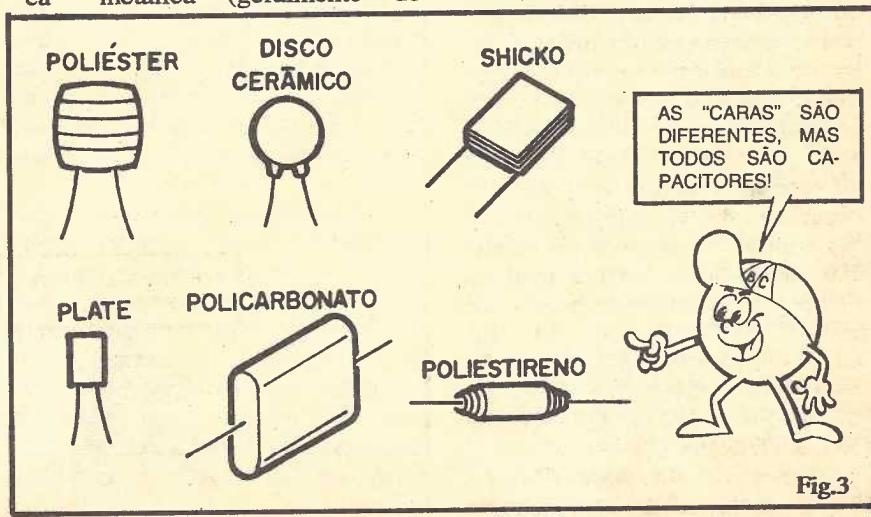

Fig.3
- **FIG. 3** - Mostra os modelos ou tipos mais comuns, utilizados na maioria dos circuitos. Pela ordem que estão no desenho:
Quando definimos a construção física dos capacitores, mostramos que o componente é formado por duas placas condutoras entremeadas por uma "barreira" de material isolante (ou muito mau condutor...). Nos "modelos" mostrados na fig. 3, esse material isolante (dielétrico) é constituído por um meio fixo ou sólido: plástico, poliéster, cerâmica, etc. Esses materiais se prestam, na prática, à industrialização de capacitores com valores até uns poucos **microfarads** (milionésimos de Farad...). Quando precisamos de capacitores com valores de capacidade maiores (de alguns **microfarads** até algumas **dezzenas de milhares de microfarads**...), esses isolantes não representam uma boa solução industrial. Nesses casos, a solução dos fabricantes foi o chamado **CAPACITOR ELETROLÍTICO**, cujo dielétrico ("miolo" isolante) é formado quimicamente (eletro-quimicamente). Seus detalhes construcionais e físicos (bem como o símbolo) são mostrados na próxima figura.